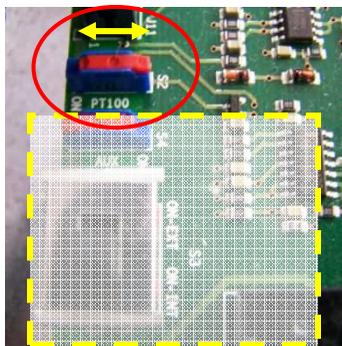

Figura 12-6: Interruttore S2 per abilitare la PT100
- ➔ Spostare, sulla scheda di controllo (Figura 6-1 H) l'interruttore S2 (Figura 12-6) in posizione di ON e premere [OK].